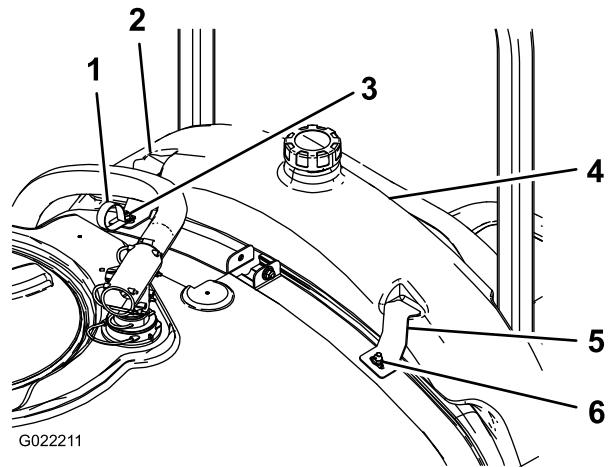

图 2
2. 如图 2 所示安装冲洗水箱。
3. 使用 2 个大垫圈和凸缘螺母将冲洗水箱支架和 R 形夹安装到之前安装的托架螺栓上图 2。